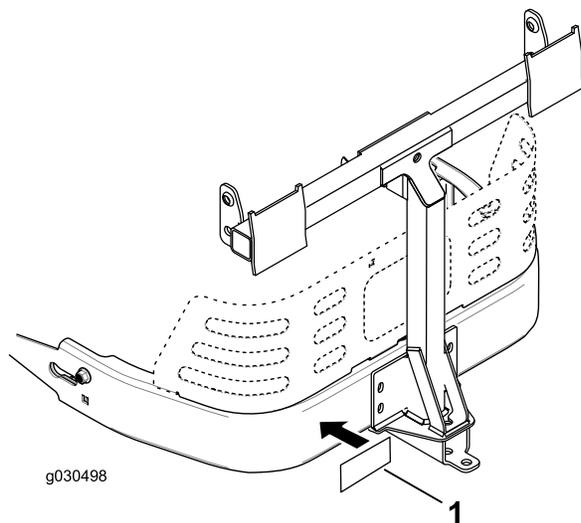

Figura 17
3. Aplique la pegatina de la barra de tracción a 1,3 cm a la izquierda de la placa de enganche (Figura 17).